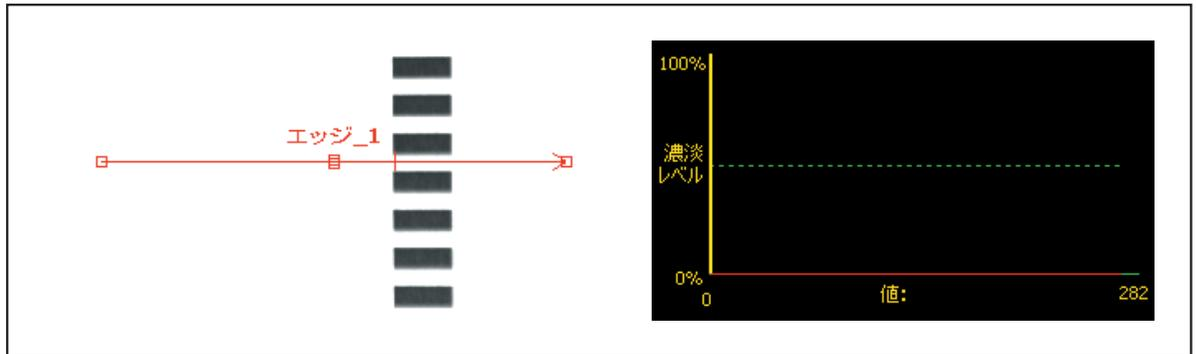

Fig.1-9a
**例1:** Fig.1-9aのイメージは、ROIが狭いため対象物が検出されない場合を示しています。